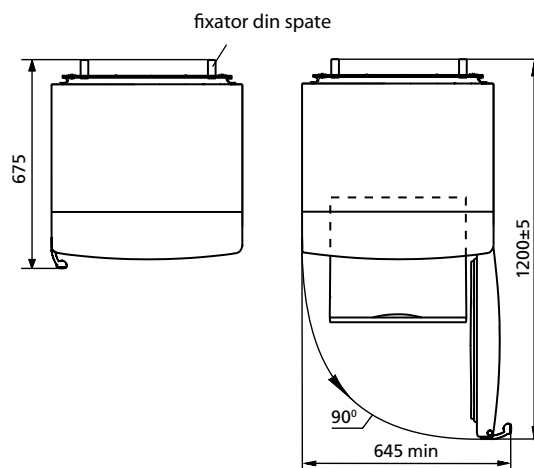

Figura 2 – Frigider (vedere de sus)
1.4 Spațiul total, necesar pentru exploatarea frigiderului este determinat de dimensiunile indicate în figura 2 în milimetri. Pentru extragerea liberă a componentelor din frigider trebuie să deschideți ușile camerei la un unghi de cel puțin 90°. Pentru a evita deteriorarea, ușile nu trebuie lăsate să se deschidă mai mult de 180°.